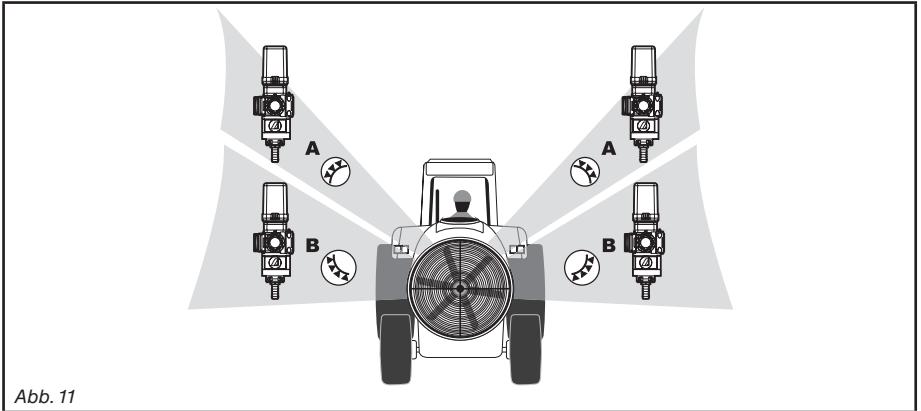

Abb. 11
- **Die Teilbreitenventile sind SPIEGELGLEICH (Abb. 11)**
Führen Sie das Einstellverfahren nur an einem Teil der Regelarmatur (rechtes oder linkes Sprühradgestänge, Ventile **A** und **B**) durch: Für die Einstellung der anderen Gestängeseite die Knäufe der geregelten Rückflüsse in der selben Weise drehen und dabei die Übereinstimmung der Ventile (Abb. 11) befolgen.